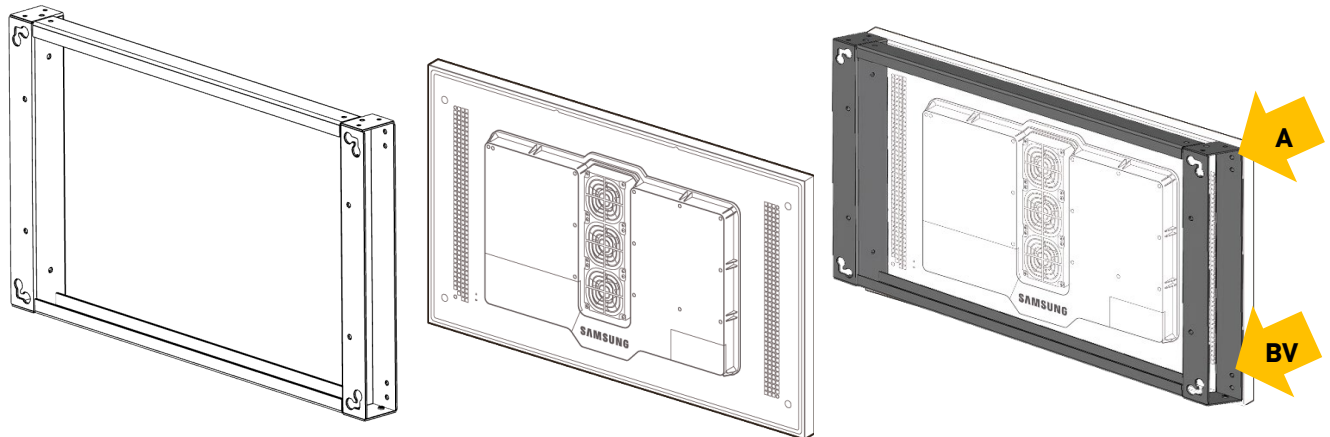

Abbildung 9 - Montage der Halterung am Display
- 6) Befestigen Sie die Wandhalterung am Display. Hierzu nutzen Sie beim 46" Modell die inneren Bohrungen (B), beim 55" Modell die äußeren (A). Nutzen Sie hierzu die 4 Schrauben, welche bereits am Display angebracht sind. (siehe Abbildung 9 - Montage der Halterung am Display)